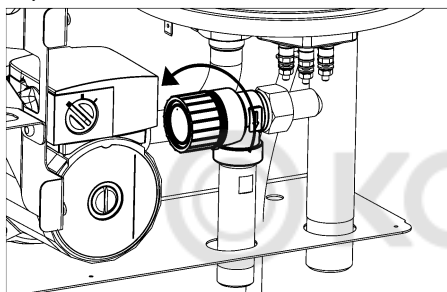

Рисунок 15. Поворот крышки клапана
**12.4** В начале отопительного сезона перед запуском котла необходимо выполнить промывку предохранительного клапана – повернуть поворотную крышку в направлении стрелки (см. рис. 15).